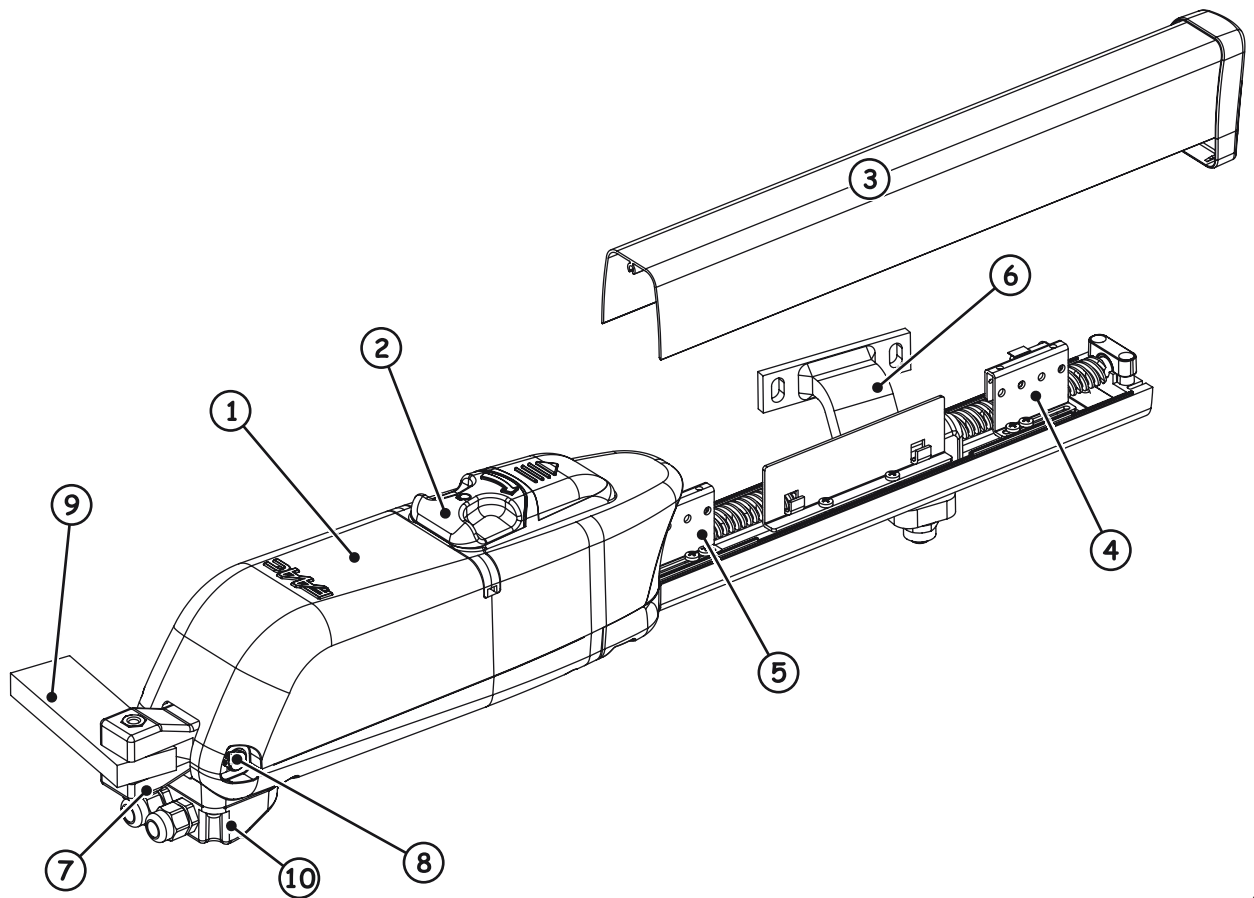

Fig. 1
1. BESCHREIBUNG (Abb. 1)	Seite.21